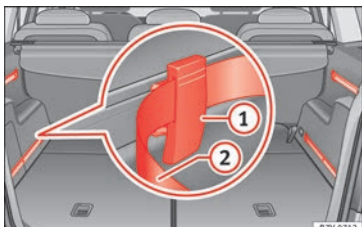

Abb. 94 Im Gepäckraum: System mit Schienen, verschiebbaren Fixierelementen ① und verstellbarem Spannband ②.
- Fixierelement mit den Rillen nach oben » **Abb. 94** ① von oben in die Schiene einsetzen und unten andrücken.